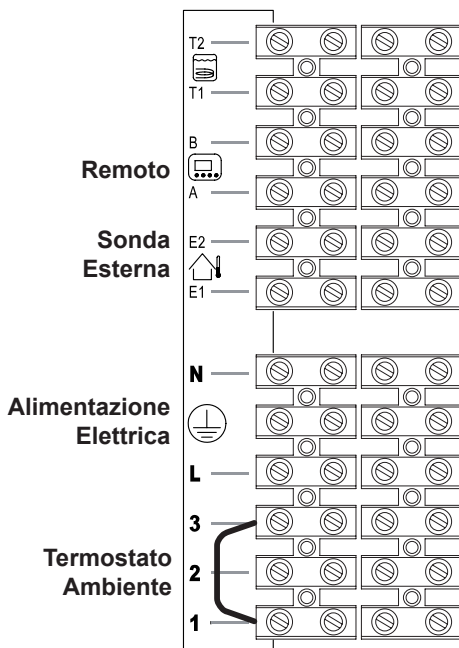
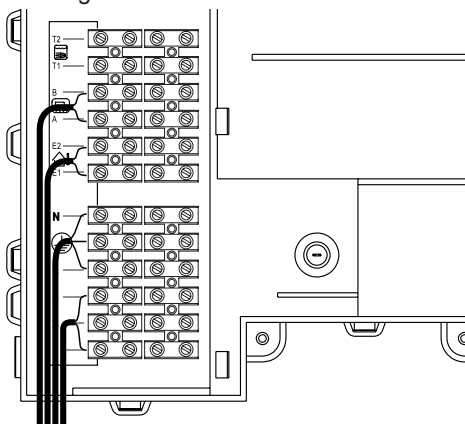

Figura 5.19
Figura 5.20
- Collegare il cavo di alimentazione elettrica proveniente dall'interruttore onnipolare alla morsetteria di alimentazione elettrica della caldaia Figura 5.19 rispettando la corrispondenza della linea (filo marrone) e del neutro (filo azzurro).
Il percorso del cavo o dei fili di alimentazione elettrica della caldaia e del termostato ambiente devono seguire il percorso indicato in Figura 5.20.
Per il collegamento di un termostato ambiente servirsi dei morsetti indicati in Figura 5.19.
Per il collegamento di valvole di zona servirsi dei morsetti termostato ambiente indicati in Figura 5.19 e Figura 5.20. I conduttori elettrici dei contatti del micro della valvola di zona vanno inseriti nei morsetti "1 e 3" della morsettieria termostato ambiente come in Figura 5.20.
Il percorso dei fili di collegamento della sonda esterna devono seguire il percorso indicato in Figura 5.20.